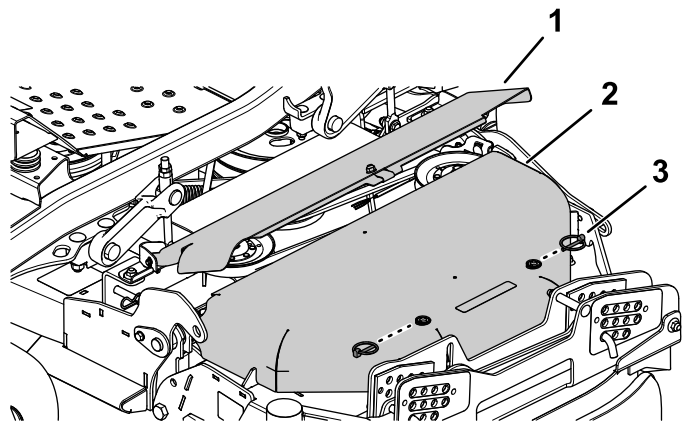

Figure 62
4. Enlevez les deux goupilles à anneau du couvercle de courroie extérieur et déposez ce dernier (Figure 62).
5. Faites pivoter le couvercle de courroie intérieur vers le haut (Figure 62).